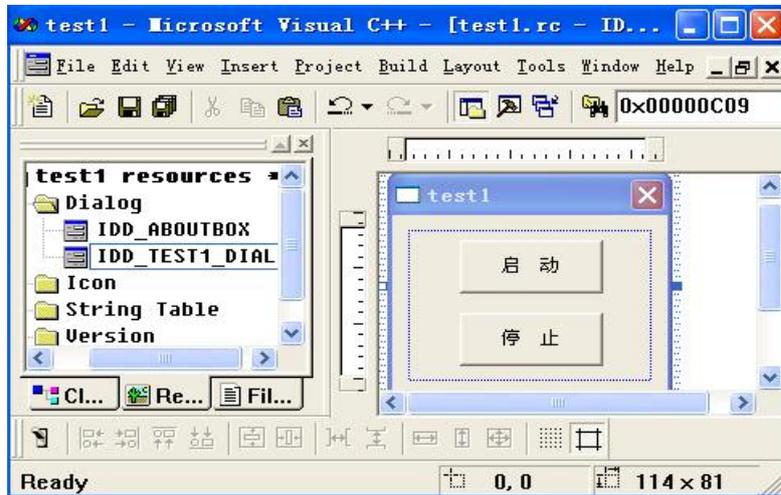

图 6.8 修改对话框
- 7) 给对话框进行简单的修改，增加按钮“启动”和“停止”；并分别命名为“IDC_BUTTON_Start”和“IDC_BUTTON_Stop”，如图 6.8 所示。